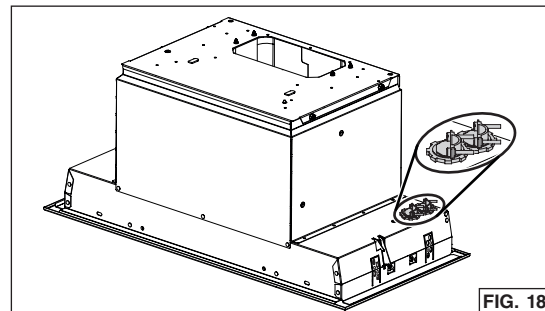

FIG. 18
4. Perforer **les deux** ouvertures préamorcées (en gris dans la FIG. 18). Installer, dans chaque trou, un serre-fils approprié de 7/8 po de diamètre (non inclus).